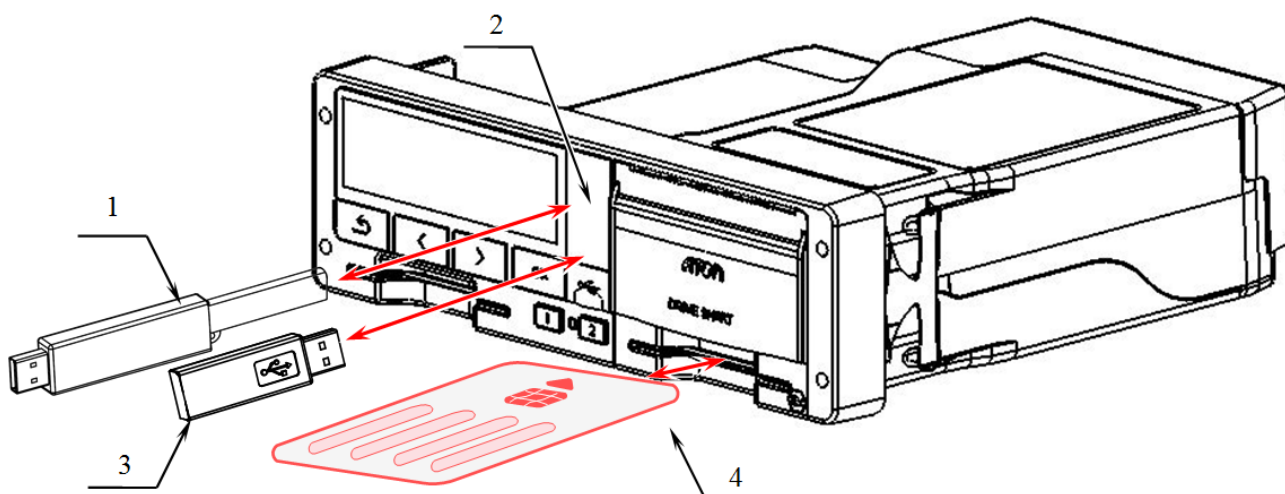

Рисунок 30. Выгрузка данных
- с помощью USB накопителя. Подключение USB накопителя к тахографу производится через USB разъем (см. Рисунок 30. Выгрузка данных). Для выгрузки «Архива карты» необходима сама карта водителя. Для выгрузки «Архив тахографа» должна быть установлена карта предприятия, контролера или мастерской, и введен ее PIN-код. Расшифровка информации, скопированной с тахографа, производится с помощью специализированного ПО. ПО доступно на сайте производителя <https://atoldrive.ru/> в разделе «Поддержка» → «Документация и ПО».